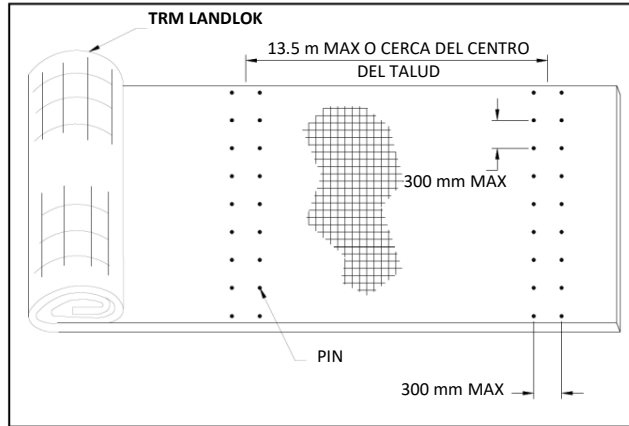

Figura 15: Espacio de revisión simulado
- Para alturas de bancos de canales o anchos de fondo mayores a 13.7 m, instale ranuras de verificación simuladas. Este método incluye colocar dos filas de pines de 300 mm apartadas a cada 300 mm en intervalos máximos de 13.7 m a través del punto medio de la pendiente, esto para pendientes menos de 18.2 m (Figura 15).